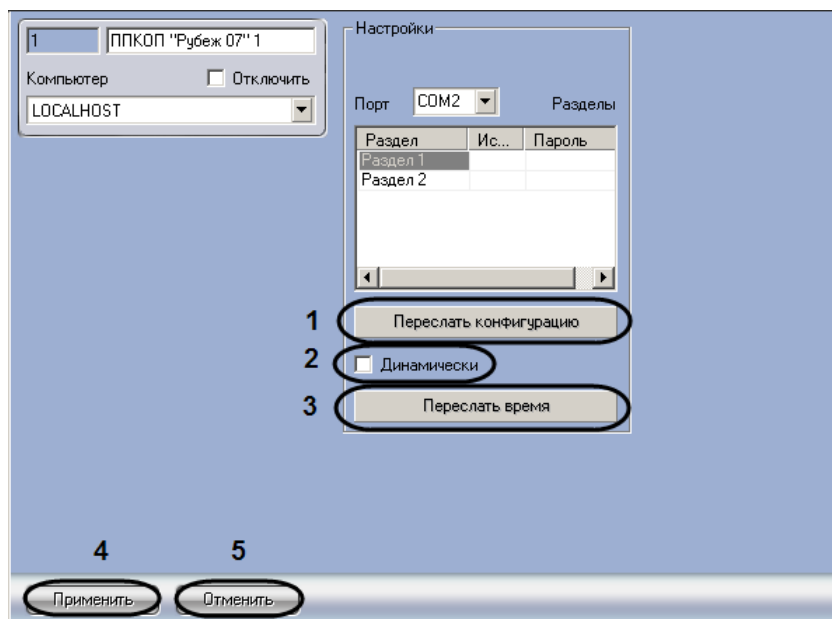

Рис. 3.7-1 Запись конфигурации в прибор Рубеж-07
1. Перейти на панель настроек объекта **ППКОП "Рубеж 07"** (Рис. 3.7-1).
2. Для записи конфигурации в прибор *Рубеж-07* необходимо нажать кнопку **Переслать конфигурацию** (см. Рис. 3.7-1, **1**).
3. Установить флажок **Динамически**, если необходимо, чтобы изменения в конфигурации автоматически записывались в прибор *Рубеж-07* (см. Рис. 3.7-1, **2**).
4. Для синхронизации времени прибора *Рубеж-07* и Сервера необходимо нажать кнопку **Переслать время** (см. Рис. 3.7-1, **3**).
5. Для сохранения изменений нажать кнопку **Применить** (см. Рис. 3.7-1, **4**).
Примечание. Для отмены внесенных изменений необходимо нажать кнопку **Отмена** (см. Рис. 3.7-1, **5**).